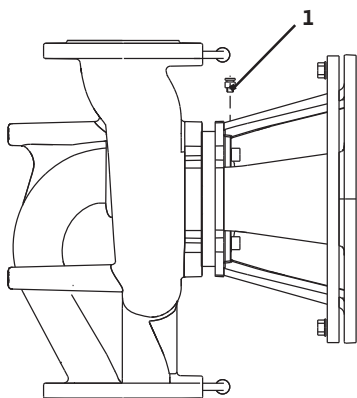

Fig. 40: Odvzdušňovací ventil
- Čerpadla se odvzdušní uvolněním odvzdušňovacích ventilů (Fig. 40, poz. 1). Chod na sucho zničí mechanickou ucpávku čerpadla. Čidlo diferenčního tlaku se nesmí odvzdušňovat (nebezpečí zničení).